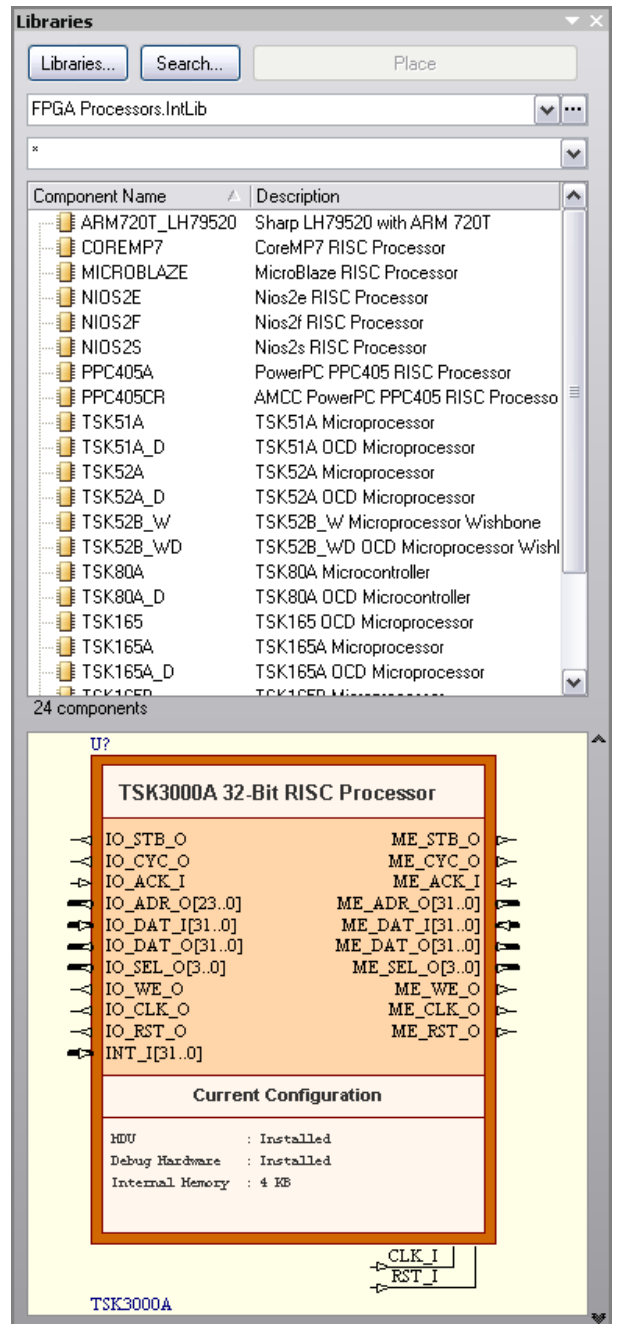

图 89. 器件库面板
4. 使用 FPGA Generic.IntLib 和 FPGA NanoBoard Port Plugin.IntLib 两个元件库中的元件，按图 89 放置和连接原理图中的元件。